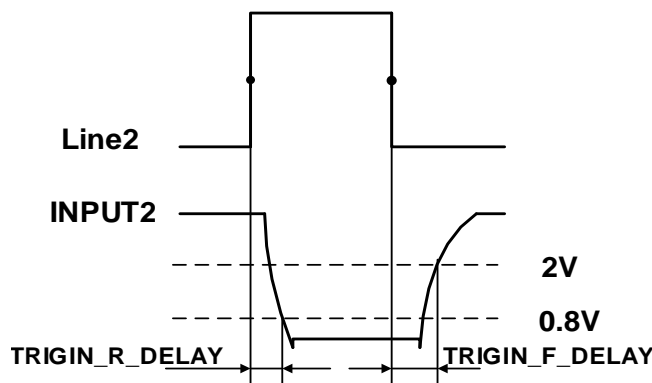

图 7-10 Line2 输入电路参数
- 输入上升沿延时: $<2\mu\text{s}$ ($0^{\circ}\text{C}\sim 45^{\circ}\text{C}$)，参数说明见图 7-10
- 输入下降沿延时: $<2\mu\text{s}$ ($0^{\circ}\text{C}\sim 45^{\circ}\text{C}$)，参数说明见图 7-10